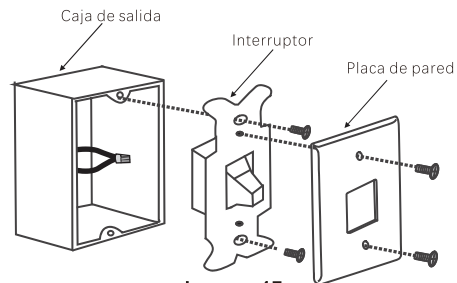

Imagen 17
**Paso 1.** Quite la placa de pared existente y el antiguo interruptor de la caja de salida de pared. Junte los cables NEGROS (calientes) y empuje hacia la caja de salida. (Imagen 17)